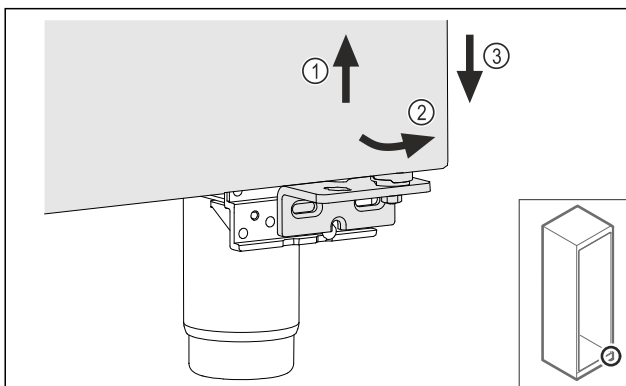

Fig. 20
- ▶ Tür leicht anheben Fig. 20 (1), unten nach vorne kippen Fig. 20 (2) und absenken Fig. 20 (3).